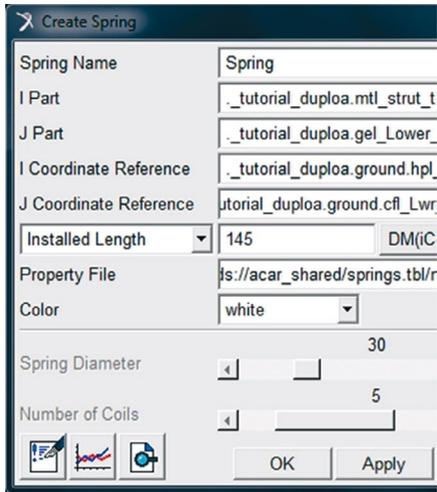

Figura 5.91 – Janela correspondente à definição da mola da suspensão.
- Preencha os campos da janela *Create Spring* conforme mostrado na Figura 5.91. Note que a mola é definida entre o corpo rígido *Lower_control_arm* e *mount* que se criou nessa etapa *mtl_strut_to_body*. A curva característica da mola pode ser editada manualmente pelo usuário e salva